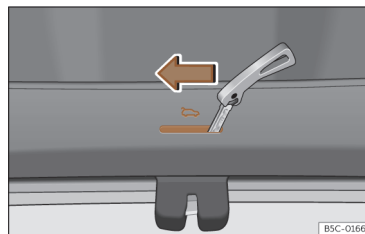
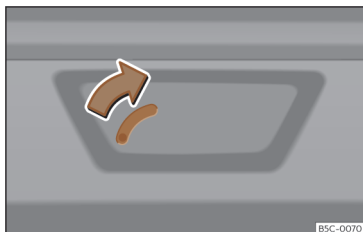

Fig. 79 Détail du coffre à bagages : déverrouillage d'urgence.
Fig. 80 Détail du coffre à bagages : déverrouillage d'urgence (Leon Sportstourer).
- Introduisez le panneton de la clé dans la rainure et déplacez la clé dans le sens de la flèche jusqu'à ce que vous déverrouilliez la serrure >>> **fig. 79**, >>> **fig. 80**.